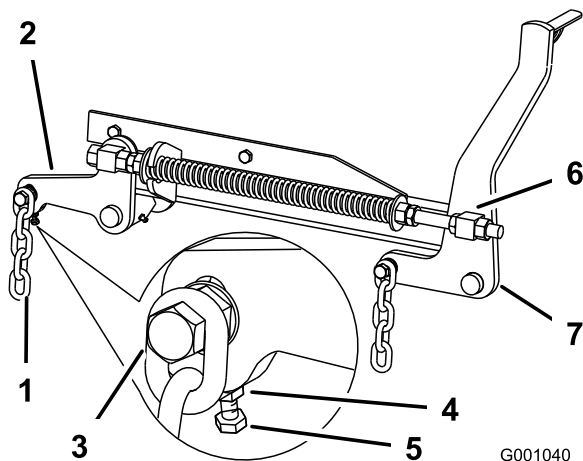

Figura 100
7. Si las medidas realizadas en las posiciones **B** o **C** no son correctas, afloje el perno que fija la cadena trasera al brazo de soporte trasero (Figura 100).
- Afloje la contratuerca situada debajo del brazo de soporte trasero y ajuste el perno de ajuste hasta obtener una medida de 80 a 83 mm ($3\frac{1}{8}$ " a $3\frac{1}{4}$ "); consulte Figura 100.
- Afloje las contratuercas del pivote delantero, en la parte delantera de los pivotes derecho e izquierdo, unos 13 mm ($\frac{1}{2}$ " (Figura 100).
- Ajuste las tuercas de elevación en el lado izquierdo y derecho de la máquina hasta obtener una distancia de 6 a 10 mm ($\frac{1}{4}$ " a $\frac{3}{8}$ " menos en la parte delantera en **A** que en la parte trasera, en **B** (Figura 100).